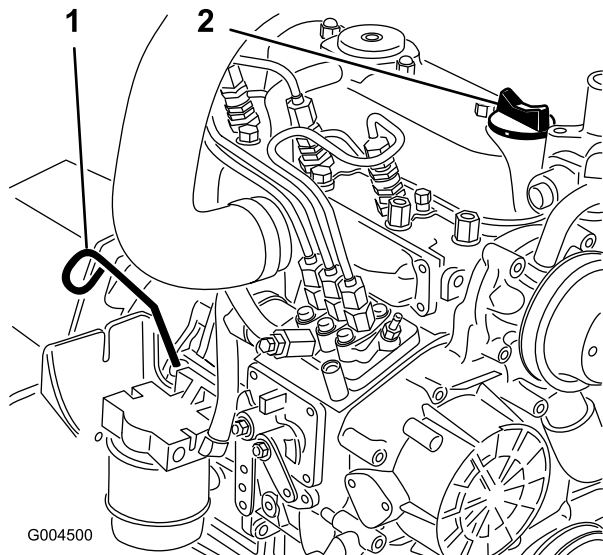

図 42
3. ディップスティック (図 42) を抜き取り、付いているオイルをウェスで拭きとってもう一度差し込む。引き抜いて油量を点検する。
4. 不足している場合は、キャップ (図 42) を取り、Full 位置までオイルを補給する。